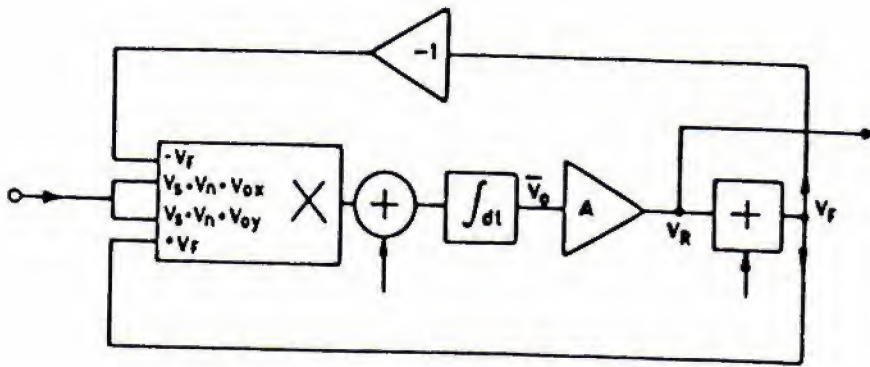

Figure 3.2 Boucle de contre-réaction
1. Le schéma de la figure 3.2 permet d'écrire :